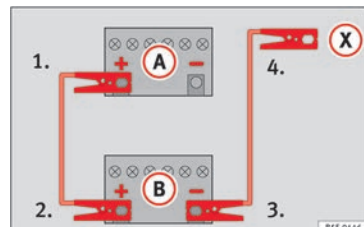

Fig. 87 Schema elettrico per i veicoli non dotati di sistema Start/Stop.
2. Collegare un'estremità del cavo di emergenza **rosso** al polo positivo **+** del veicolo con la batteria scarica **(A) » fig. 87.**
- 4a. *Nei veicoli senza sistema Start/Stop:* collegare un'estremità del cavo **nero** di emergenza al polo negativo **-** del veicolo che eroga la corrente **(B) » fig. 87.**